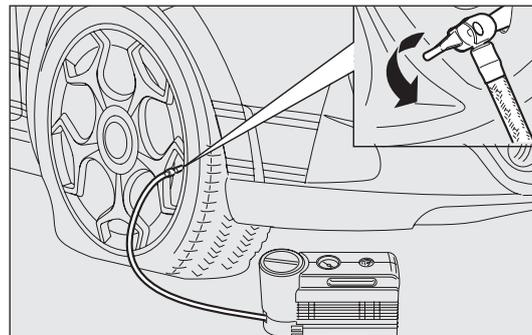

fig. 132
- ❑ dopo aver guidato per circa 10 minuti fermarsi e ricontrrollare la pressione del pneumatico fig. 132; ricordarsi di azionare il freno a mano;